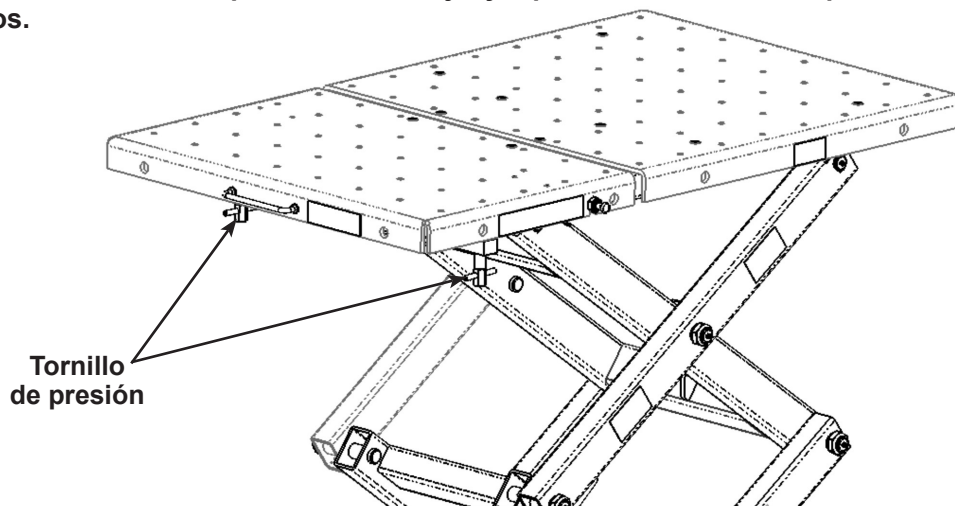

Figura 1
1. Gire los tornillos de presión completamente hacia adentro o hacia fuera para garantizar el funcionamiento adecuado de la función de inclinación de la plataforma. Consulte la Figura 1 de la sección "Ajuste correcto de la función de inclinación".
Los tornillos de presión que se muestran en la Figura 1 permiten que el usuario incline la plataforma con precisión para ayudar a instalar o extraer componentes de vehículos. Esta función permite una inclinación total de dos pulgadas en la parte frontal de la plataforma, lo cual ayuda a compensar los pisos de tiendas desnivelados, las ubicaciones de sujeción complejas, etc. Los tornillos de presión se pueden manipular de forma manual, o bien con una llave o conector, según la carga que se aplique.